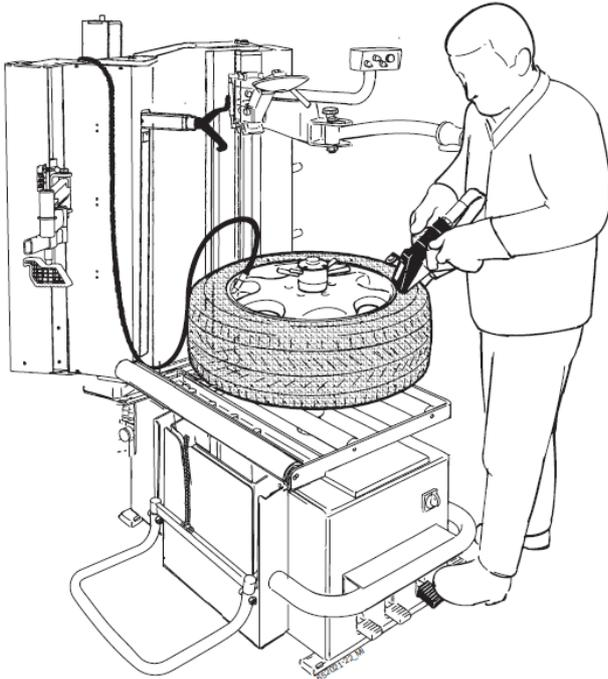

Рис. 10. Накачивание при помощи устройства для накачивания шин и устройства быстрого накачивания шин для оказания помощи при накачивании.
6. Вставьте пистолет для накачивания шин между бортовой закраиной обода и верхним бортом покрышки (рис. 10).